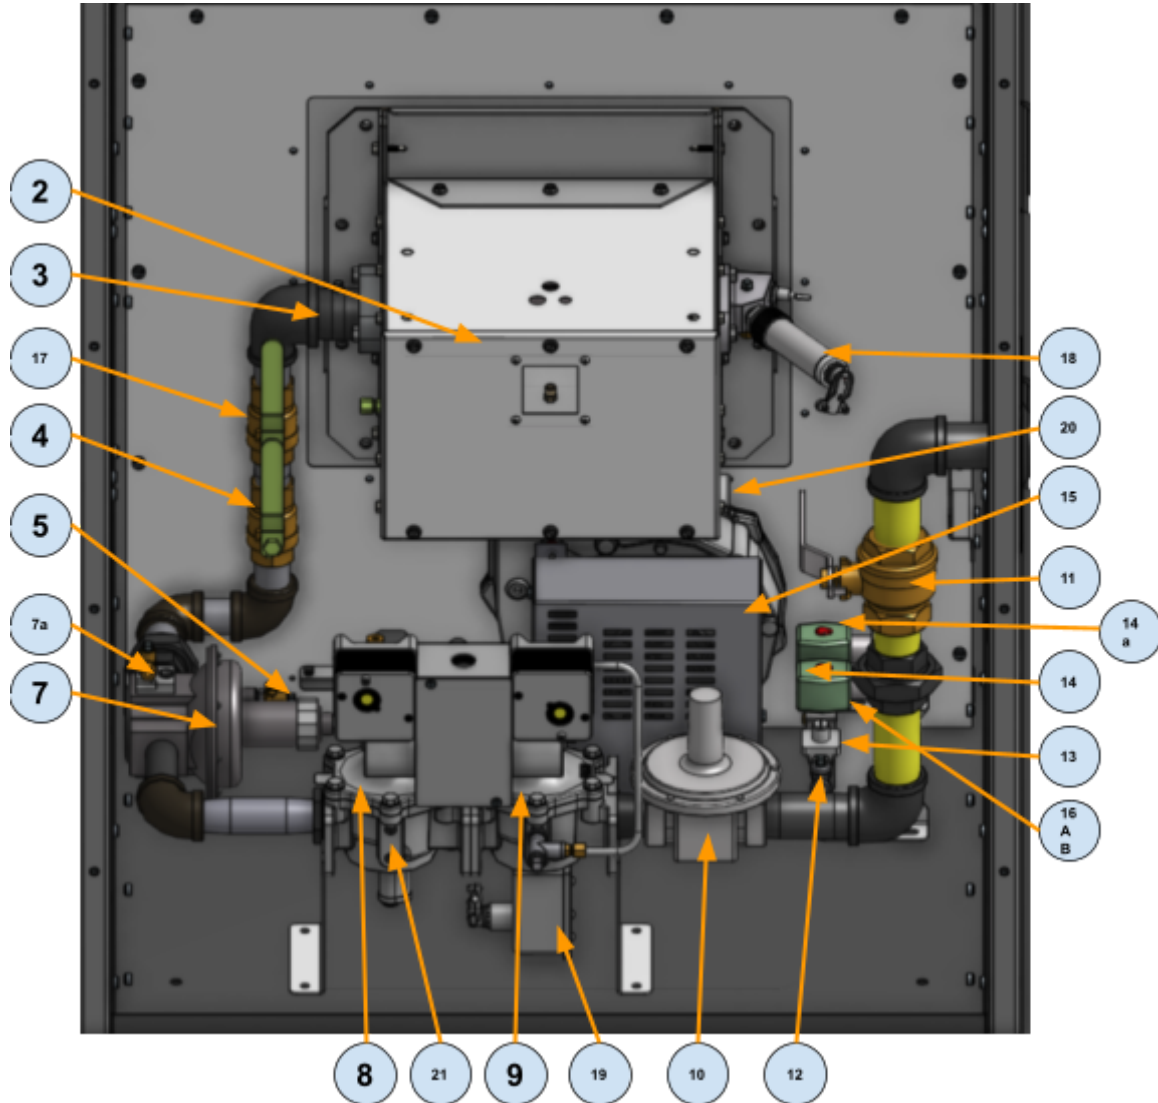

Figure GT1
3. propane la vanne de sélection d'orifice, trouvée dans la figure GT1, l'article numéro 17 est dans la position correcte pour votre carburant sélectionné, soit du gaz naturel ou du propane
5. inH₂O(25-35 mBar). Il est important de dimensionner votre régulation de gaz et les tailles de lignes pour correspondre aux volumes de l'appareil de chauffage. Pendant le fonctionnement, la pression d'entrée ne doit pas descendre en dessous de la plage recommandée. Voir Figure GT1, élément 12.
- a. Avec le brûleur et le carburant éteints, installez un raccord cannelé sur la prise de pression 1/8" NPT en aval du régulateur de la veilleuse , ce robinet est situé sur le côté de l'électrovanne, tirez toujours depuis l'électrovanne en aval la plus proche de la veilleuse du brûleur (voir Figure GT1, élément 14)
la plaque arrière du brûleur pour voir le feu doux. Si la lumière est visible à travers tous les trous de la plaque du brûleur, le petit feu est réglé dans la plage de fonctionnement du brûleur. Si la lumière n'est pas visible à travers tous les trous, alors le petit feu est trop bas et la dérivation de petit feu située sur le côté du régulateur de rapport, voir Figure GT1 élément 7a, doit être ouverte (dans le sens antihoraire pour ouvrir, dans le sens des aiguilles d'une montre pour fermer).
- b. Utilisez un manomètre pour vérifier la pression d'entrée sur le té du côté amont du régulateur de la veilleuse, voir Voir Figure GT1, élément 12
- d. le té en amont et/ou utilisez un autre manomètre pour vérifier le gaz principal pression de sortie du régulateur sur le côté aval de l'électrovanne aval, voir Figure GT1, élément 21, c'est aussi 1/8" NPT
- e. Réglez le régulateur de gaz principal Voir la figure GT1, élément 10 à 1 inH₂O plus bas que le côté amont. Par exemple, si l'entrée est de 10 inH₂O, réglez l'aval sur 9 inWC.
- a. Utilisez un manomètre pour vérifier la pression de charge sur le régulateur de rapport, voir Figure GT1, élément 5
- c. Vérifiez la pression d'admission près de l'endroit où le train de soupapes se fixe au brûleur, voir Figure GT1, élément 3
- a. Avec le brûleur éteint, installez un raccord cannelé sur la prise de pression 1/8" NPT pour le point de test de pression du collecteur, voir Figure GT1, élément 3